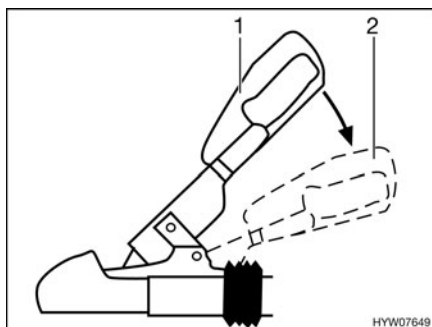

Fig. 176 Poignée de stabilisation
- Activer l'installation du dispositif de stabilisation. Appuyer la poignée d'attelage en position fermée (Fig. 176,1) jusqu'à la butée vers le bas (Fig. 176,2).